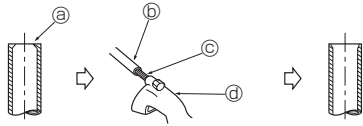

Fig. 5-4
5.2.2. Fjern grader (Fig. 5-4)